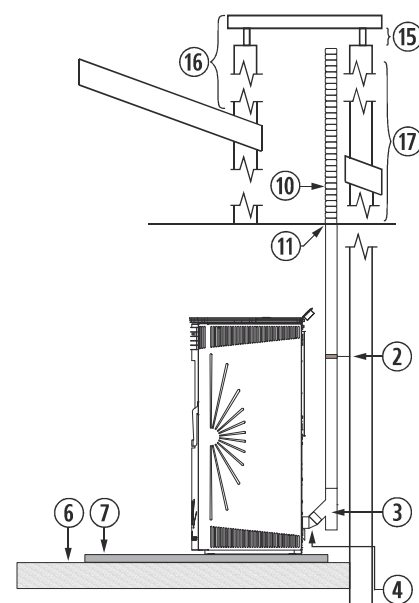

Figura 7
4.28. A instalação de um encastrável numa chaminé de obra pode ser feita em toda a sua totalidade em tubo flexível, tal como indicado na figura 7. Devemos ter especial cuidado na hora de realizar o isolamento entre a chaminé e o tubo da saída de gases para evitar possíveis retrocessos de gases em caso de tempestade.
②	Abraçadeira de união de aço inox.
③	Tê de 135° com registro.
④	Curva de 45°.
⑥	Chão de madeira.
⑦	Protector de chão incombustível.
⑩	Tubo de aço inox flexível.
⑪	União adaptadora de flexível a rígido.
⑫	Isolante anti-retrocesso.
⑮	Mínimo 200mm.
⑯	Deve ultrapassar o teto em 1 metro.